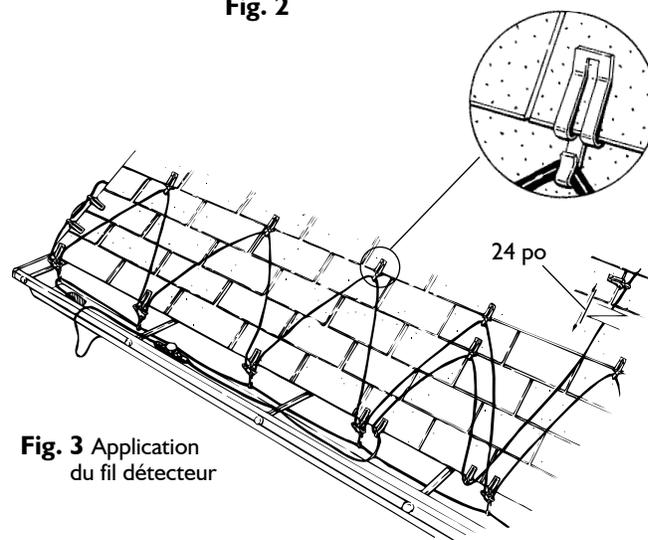

Fig. 3 Application du fil détecteur
2. Étendre le bloc thermostat et le fil détecteur le long du fond de la gouttière à moins de deux pouces du câble de dégivrage de toit. Acheminer le fil détecteur au-dessus d'au moins une sangle de support de gouttière ou le clouer afin de percevoir toute la profondeur de la gouttière, ensuite l'acheminer le long d'une ondulation triangulaire du câble chauffant sur le toit selon le schéma. Au sommet du deuxième triangle, fixer le fil détecteur sur le toit, au moins deux pieds après le filament de chauffage, comme indiqué. Utiliser les pinces fournies pour fixer le fil détecteur sur le toit. Appuyer doucement le bout enduit de la pince autour du fil détecteur. Voir Fig. 3.